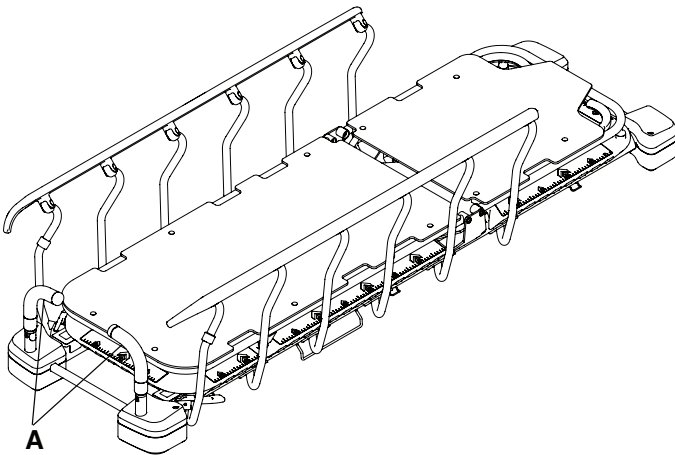

图 9 – 放置足端推动把手
1. 一次一个地径直向上拉起足端的推动把手 (A) (图 9)。
2. 将足端推动把手 (A) 转到使用位置。